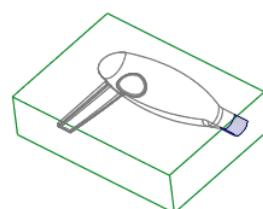

图 8.15 完成后的延伸曲面
③ 在操控板中单击 按钮。完成后的延伸曲面如图 8.15 所示。